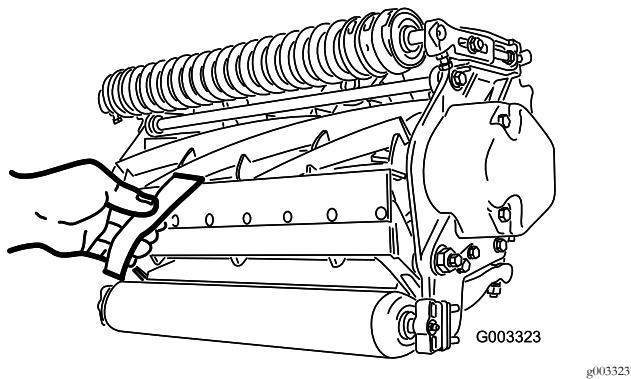

Figura 13
- Verificate le prestazioni di taglio inserendo una lunga striscia di carta di verifica del taglio (n. cat. Toro 125-5610) tra il cilindro e la controlama, perpendicolarmente alla controlama (Figura 13). Ruotate lentamente il cilindro in avanti; questa operazione dovrebbe tagliare la carta.